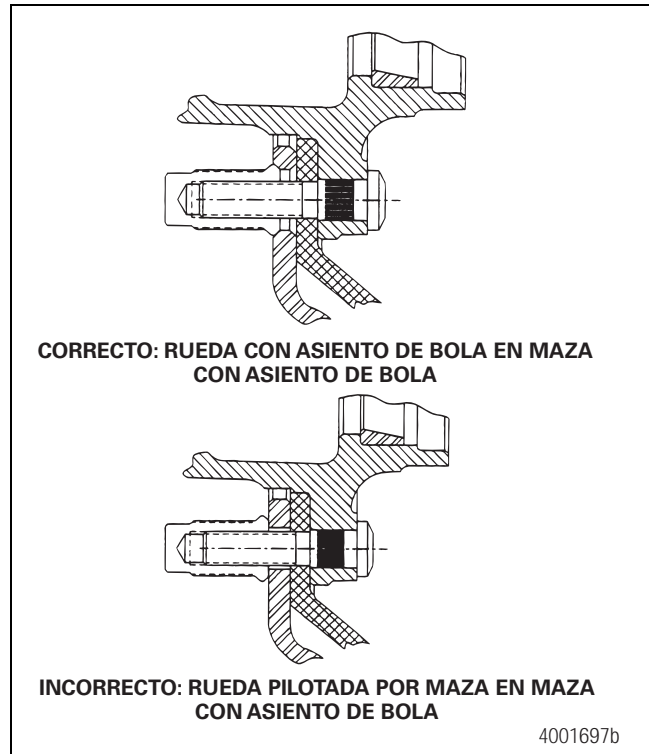
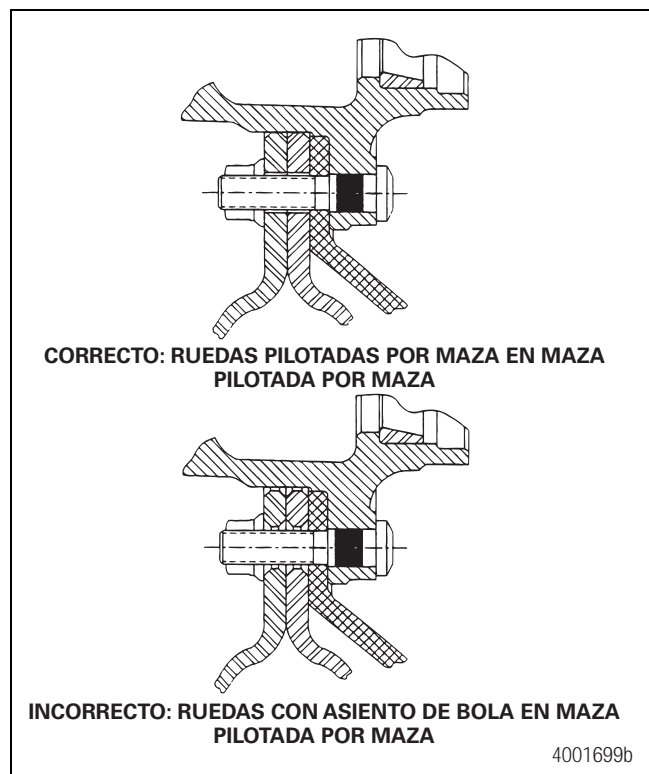

Figura 6.23
Figura 6.24
11. Asegúrese que la tuerca y la rueda hagan juego correctamente. Asegúrese de instalar los componentes correctos en los sistemas de rueda. Figura 6.23 y Figura 6.24.